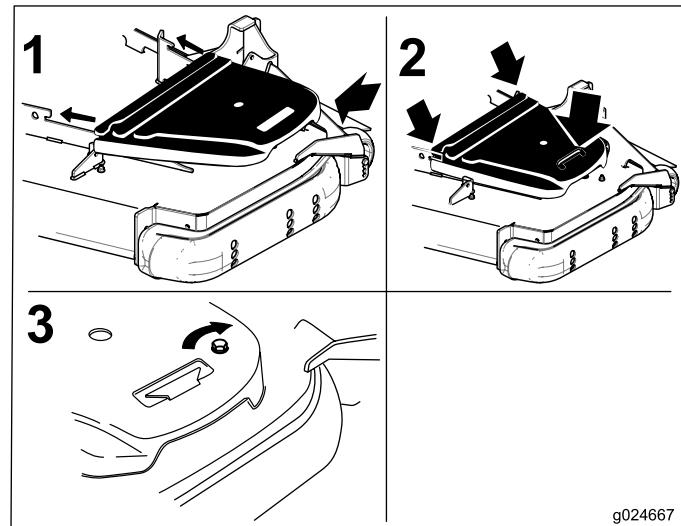

Figura 72
- 12. Montate i paracinghia (Figura 72).